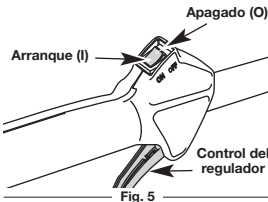

Fig. 5
- NOTA:** No hay necesidad de encender la unidad. El Control de Parada Arranque/Apagado está en la posición Arranque (I), en todo momento (Fig. 5).
- Oprima y mantenga oprimido el control de encendido y apagado en la posición de APAGADO (O) hasta que el motor se detenga por completo (Fig. 5).